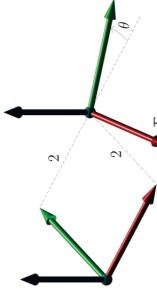

FIGURE 6.2 – Exercice 6.1(a).
- (a) Dans le cas des deux référentiels montrés à la figure 6.2, trouver les matrices homogènes de transformation de base  $\mathbf{H}_{\text{trans}}$  et  $\mathbf{H}_{\text{ext}}$ , et calculer la matrice résultante  $\mathbf{H}_1^0$ .